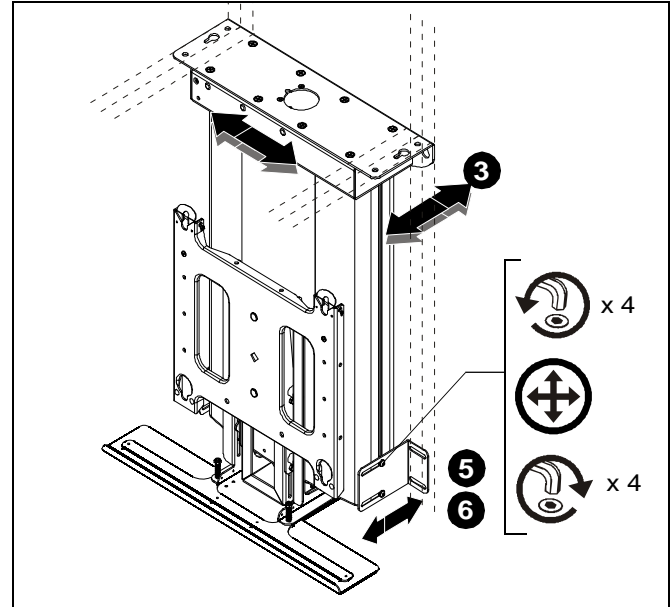

Figura 14
6. Ajuste los cuatro tornillos para mantener las placas de sujeción laterales en posición. (Consulte la Figura 14).